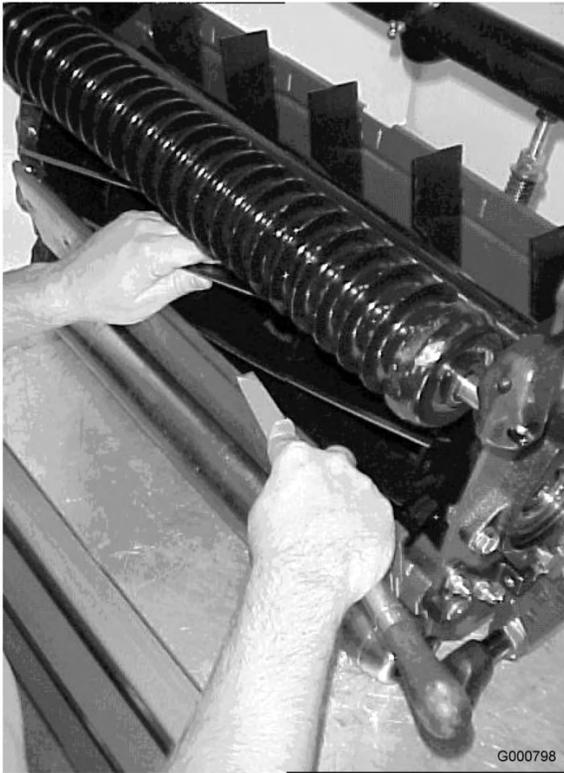

Figure 87
11. Lorsque le plateau de coupe est correctement affûté, une bavure se forme sur l'arête avant de la lame. À l'aide d'une lime, éliminez la bavure sans émousser le tranchant de la lame (Figure 87).